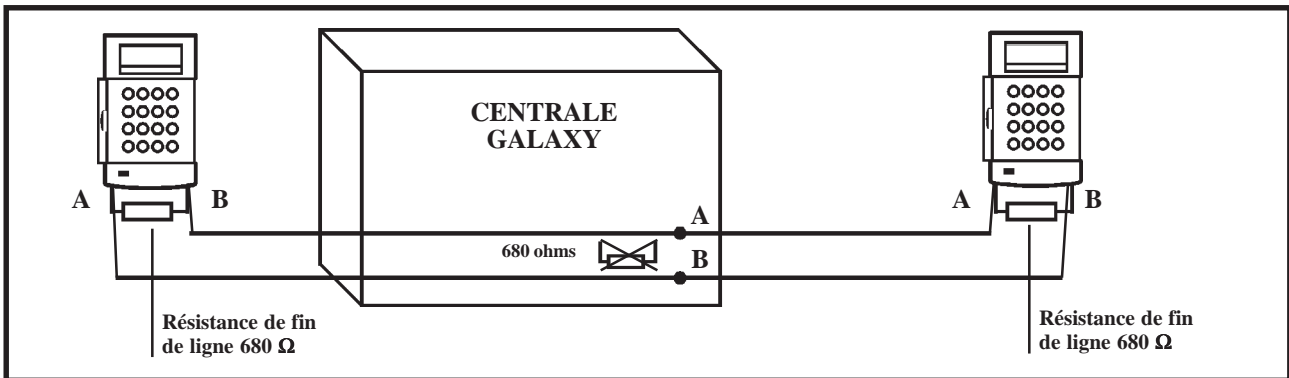

Figure 2-10. Exemple de configuration " Double résistances fin de ligne ".
2. Câbler les deux lignes depuis les bornes A et B du bus de la centrale, conformément à la figure 2-10.